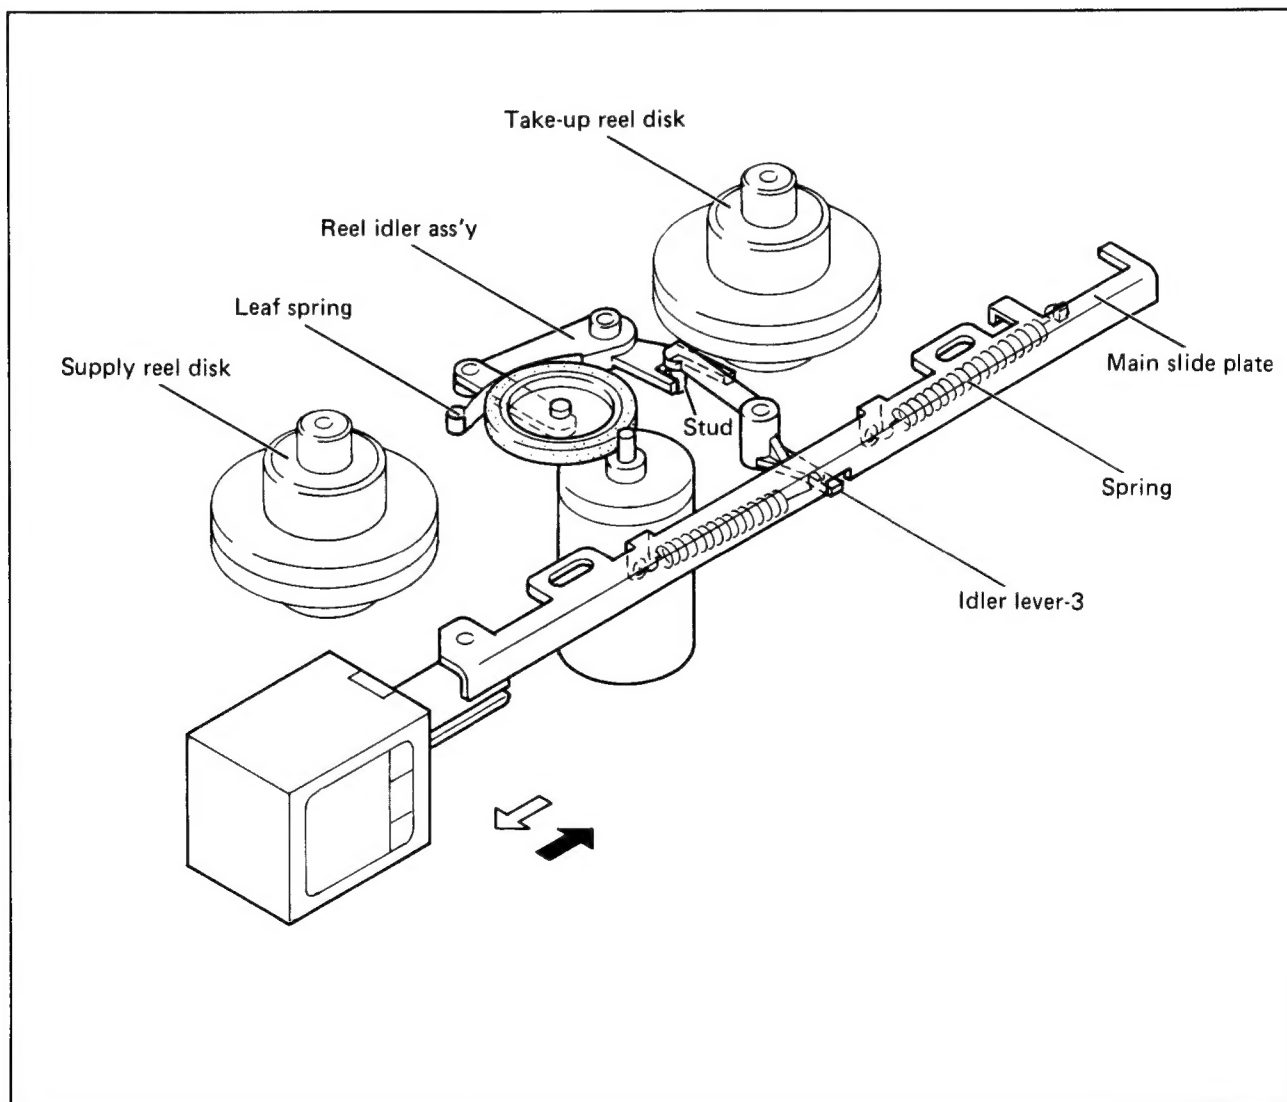

Fig. 1-3 Spulenteller-Antrieb
3. Wickelteller-Antrieb (Bild 1-3)